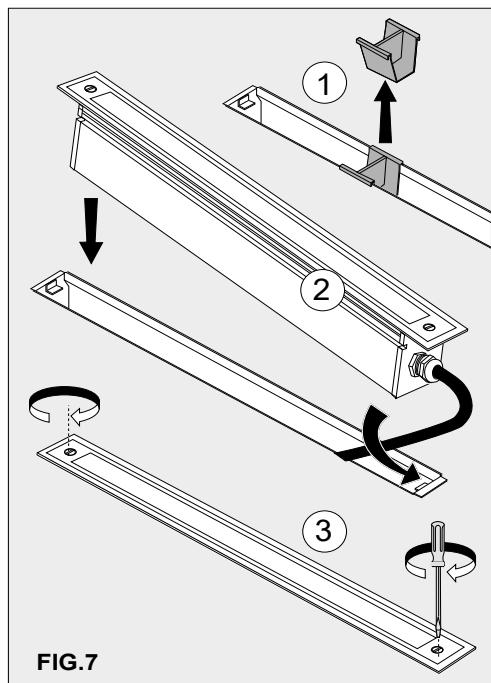

FIG.7
- Fissata la cassaforma, togliere il distanziatore **B** e procedere al bloccaggio dell'apparecchio riavvitandolo alla cassaforma. **FIG.7**
- Once the housing is fixed remove the spacer **B** and proceed to the blocking of the fixture rescrewing it to the housing. **FIG 7**